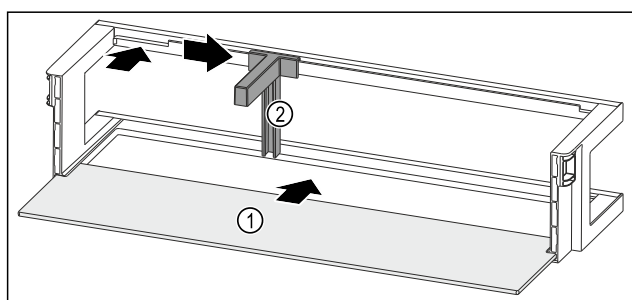

Fig. 234 Dveřní přihrádka s odkládací plochou
- Odkládací plochu Fig. 234 (1) zasuňte do bočních vybrání.
- Držák lahví Fig. 234 (2) vložte do vybrání.
- Držák lahví Fig. 234 (2) posuňte na stranu do požadované polohy.